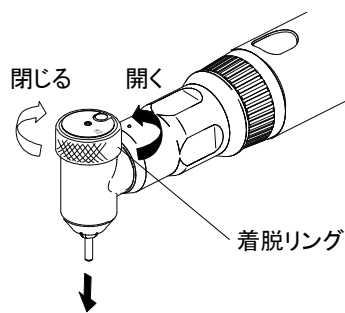

図2
- 1) 着脱リングを図2の“開く”の方向に回します。
- 1) 着脱リングを図2の“開く”の方向へ回し、センタンツールを外します。